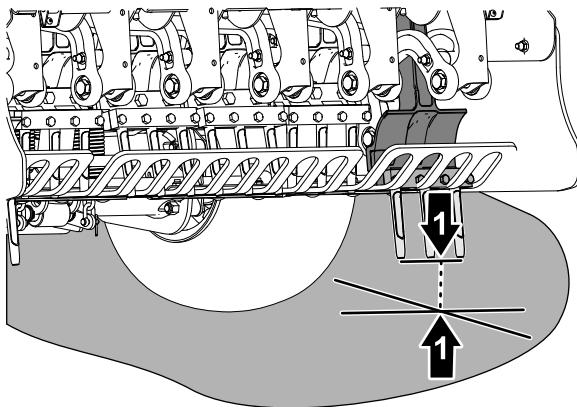

Figure 60
- Faites tourner la poulie de la tête d'aération (Figure 59) jusqu'à ce que les louchets les plus à l'extérieur soient le plus près du sol (Figure 60).